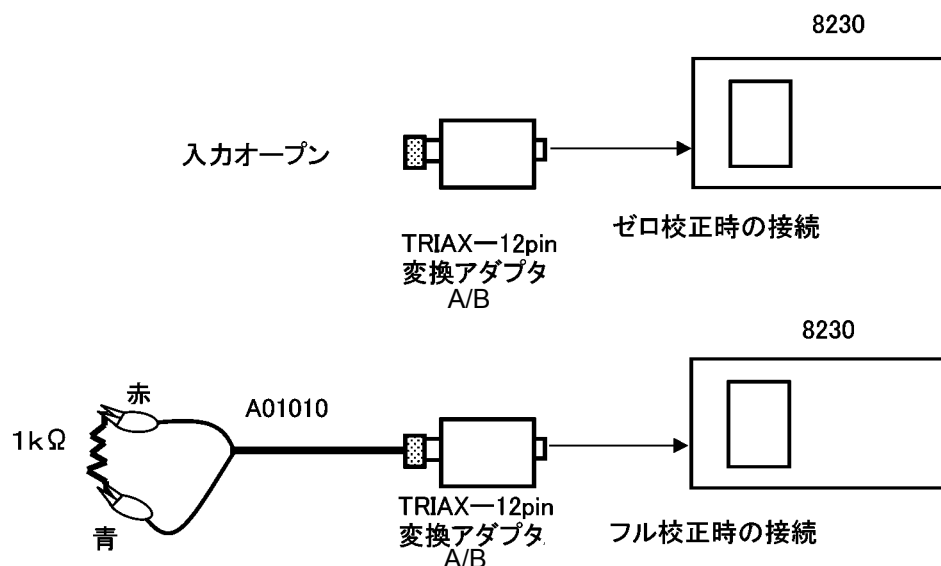

図 7-1 IV オフセット校正の接続図
1. 図 7-1 IV オフセット校正の接続に従って接続を行います。